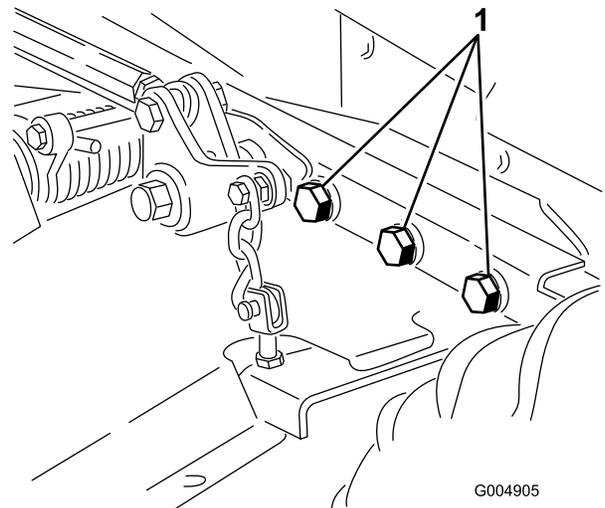

Figure 94
5. Vérifiez le serrage de toutes les fixations et resserrez-les au besoin. Serrez les 6 boulons qui fixent le cadre du tablier de coupe au groupe de déplacement (Figure 94) à 359 N·m (265 pi-lb).